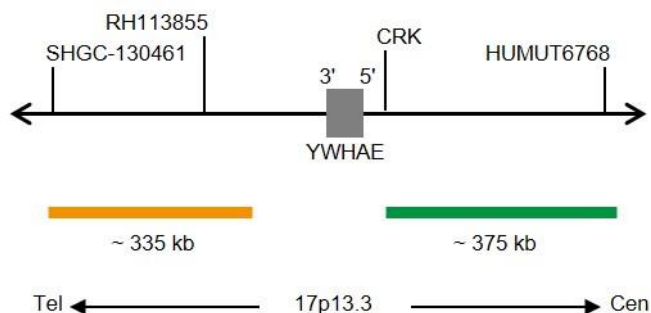

Fig. 1: SPEC YWHAE Mapa de la sonda (no está a escala)
- Polinucleótidos marcados en verde (excitación a 503 nm/emisión a 528 nm) ZyGreen (~10 ng/μl), dirigidos a secuencias localizadas en 17p13.3* (chr17:1,339,752-1,716,668) proximales a la región del punto de ruptura de YWHAE (ver Fig. 1).
- Polinucleótidos marcados en naranja (excitación a 547 nm/emisión a 572 nm) ZyOrange (~4,5 ng/μl), dirigidos a secuencias localizadas en 17p13.3* (chr17:791,171-1,124,746) distales a la región del punto de ruptura de YWHAE (ver Fig. 1).